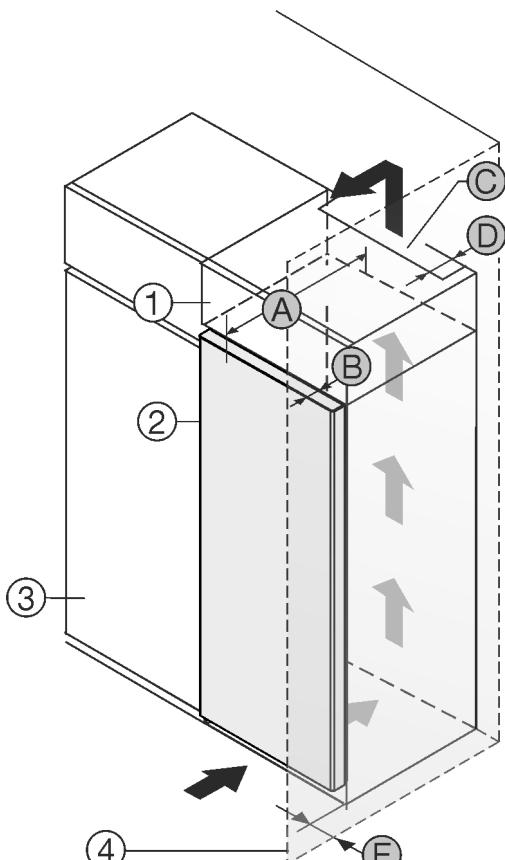

Fig. 1
Установите устройство непосредственно рядом с кухонным шкафом Fig. 1 (3).*
На задней стенке дополнительного шкафчика должен быть вентиляционный канал с глубиной Fig. 1 (D) по всей ширине этого шкафа.
Нужно соблюдать вентиляционное отверстие Fig. 1 (C) под нижней панелью.
Если устройство установлено на шарнирах у стены Fig. 1 (4), то расстояние между устройством и стеной должно быть не менее 40 мм. Настолько выступает ручка при открытой дверце.
Чтобы можно было полностью открыть двери, устройство должно выступать на глубину двери Fig. 1 (B) относительно передней стенки кухонного шкафа. В зависимости от глубины кухонных шкафов Fig. 1 (3) и использования пристенных распорок устройство может выступать и больше.*